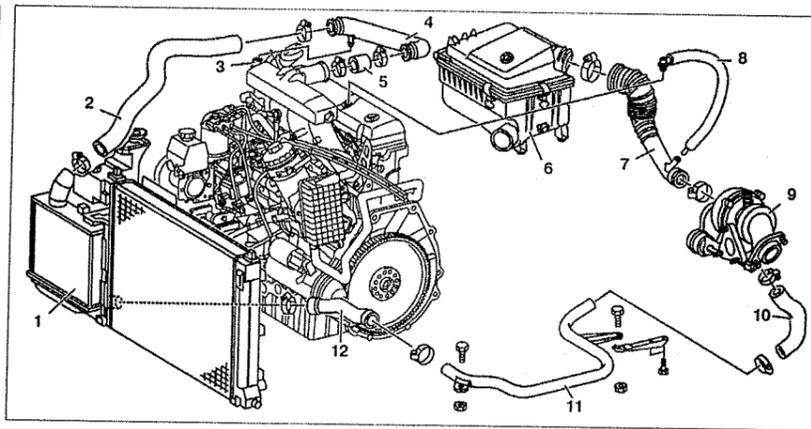

Рис. 4.54. Распределительные трубки сжатого воздуха:
1. Отсоедините трубки подачи сжатого воздуха 2, 5, 10 и 12 (см.рис. 4.54).